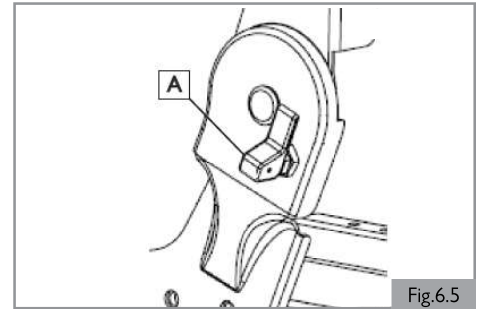

Fig.6.5
1. La palanca del pasador de bloqueo (A) debe estar desbloqueada. (Fig. 6.5).